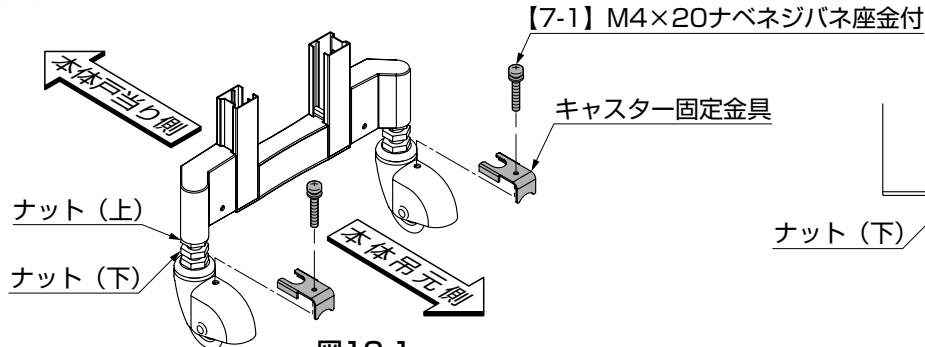

図10-1
- ①キャスターについている「ナット (下)」を上へあげてください。(図10-1参照)
- ③【7-1】をキャスター固定金具にネジ止めし、キャスターの孔にネジが貫通するように組付けてください。(図10-1参照)